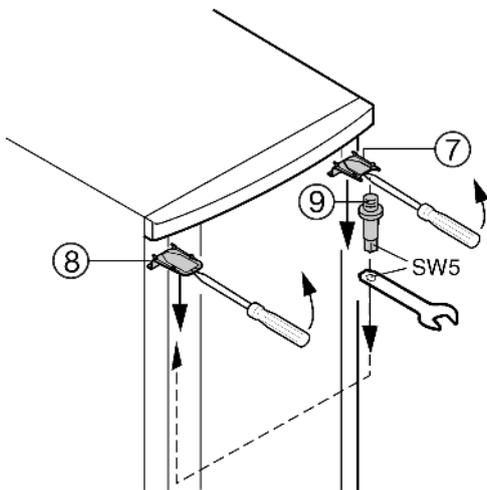

Fig. 5
- ▶ Верхнюю крышку Fig. 5 (7) и крышку Fig. 5 (8) с помощью отвертки выведите вперед из фиксатора и снимите, наклоня вниз.
- ▶ Выкрутите опорный палец Fig. 5 (9) и вкрутите на противоположной стороне. Используйте при этом внутренний шестигранник имеющегося в комплекте вилчатого ключа.
- ▶ Снова установите крышку Fig. 5 (7) на стороне опорного пальца: насадите сзади, защелкните спереди.
- ▶ Установите крышку Fig. 5 (8) на противоположной стороне: насадите сзади, защелкните спереди.
- ▶ Навесьте дверцу на опорный палец Fig. 5 (9) и закройте ее.